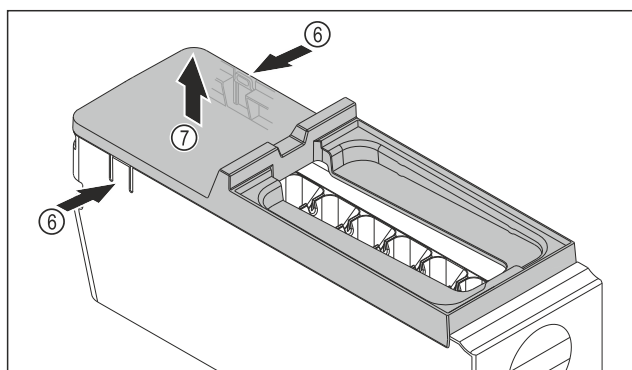

Fig. 213
- Afdekking van de EasyTwist-Ice-corpus wegnemen: Strips Fig. 213 (6) aan beide zijden van de EasyTwist-Ice-corpus met een hand indrukken.
- Afdekking Fig. 213 (7) met de andere hand van bovenaf wegnemen.